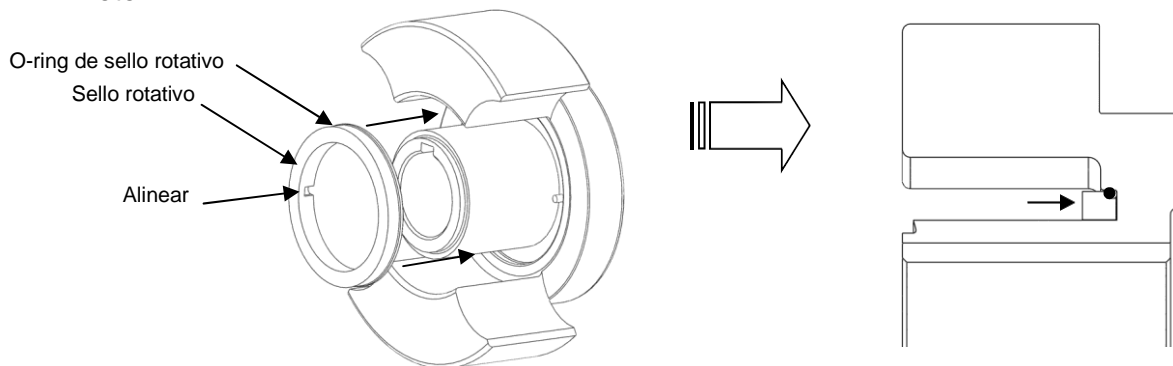

Figura 30: Insertar O-ring rotativo
- 4) Deslice el sello giratorio en el cubo del rotor (Figura 30) asegurándose de alinear las ranuras del sello con los pasadores del rotor. Presione el sello hacia abajo hasta que se asiente dentro del rotor.